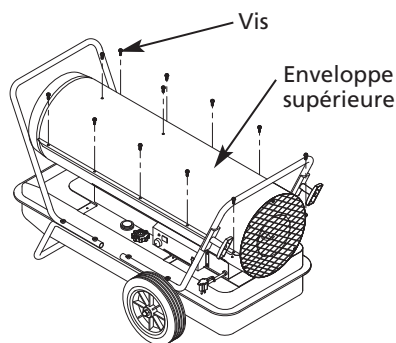

Figure 13 – Dépose de l'enveloppe supérieure
- Débrancher le fil de bougie de la bougie (voir la Figure 13).